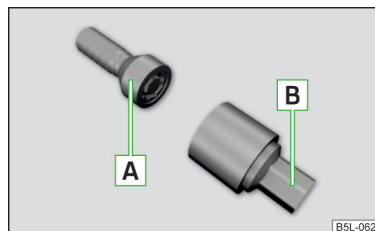

Fig. 159
Los tornillos de rueda antirrobo protegen las ruedas de un robo. Ellos se pueden aflojar y/o apretar solamente con ayuda del adaptador **B** » fig. 159.
- Colocar el adaptador **B** » fig. 159 con el lado dentado hasta el tope en el dentado interno en la cabeza de los tornillos de rueda antirrobo **A**.